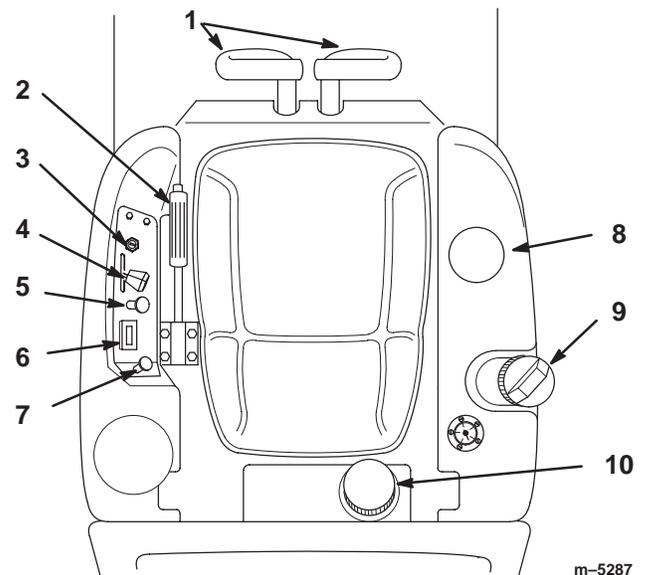

Figure 8
Avant de mettre le moteur en marche et d'utiliser la machine, familiarisez-vous avec toutes les commandes (Fig. 8).
1. Placez les leviers de commande de déplacement au point mort (Fig. 8).